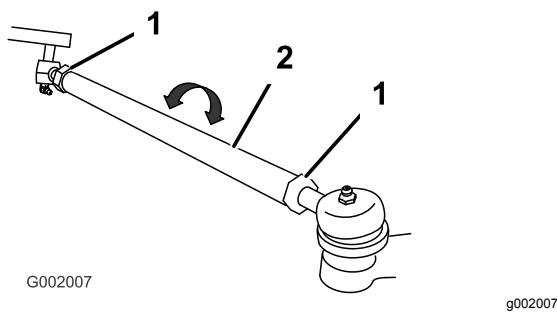

Figure 46
5. Si les mesures sont hors spécifications, desserrez les écrous de blocage aux deux extrémités des biellettes (Figure 46).